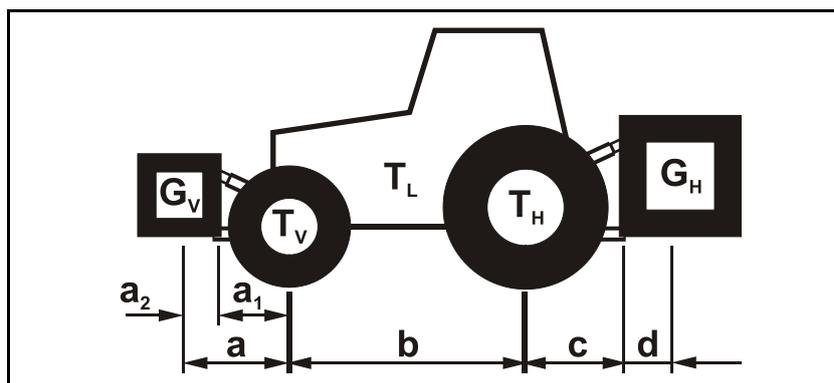

Fig. 51
3. Girar o cone de protecção (Fig. 51/1) para a posição de montagem.
4. Extrair a metade protectora (Fig. 51/3).